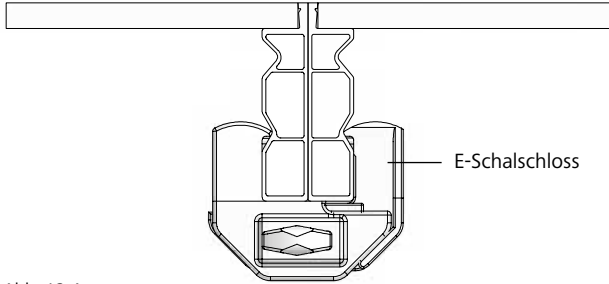

Abb. 12.4
- mit Doppelsicke mit dem E-Schalschloss (Abb. 12.4). Wir empfehlen den Einsatz des EA-Schalschlosses.